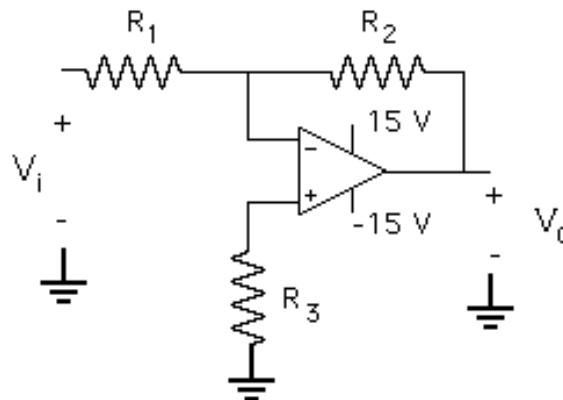

Figura 6.4.- Amplificador inversor
- 23.- Una vez estudiados los tres tipos de análisis que se van a manejar, TRANSIENT, AC Sweep y BIAS POINT DETAIL, pueden aplicarse a circuitos más complejos, que incluyen componentes electrónicos, como por ejemplo un amplificador operacional. Los componentes electrónicos que se encuentran en el menú de dispositivos tienen asociadas rutinas de programación mediante las cuales se realizan los cálculos de los voltajes y las corrientes en dichos dispositivos cuando se encuentran en un circuito determinado. En la Figura 6.4 se presenta un amplificador inversor diseñado con un amplificador operacional, el cual se encuentra alimentado con dos fuentes DC de +15V y -15V. Seleccione el amplificador operacional 741 del menú de dispositivos, y complete el circuito de la Figura 6.4. Coloque cuidadosamente las fuentes DC en los terminales correspondientes y asigne los siguientes valores indicados por su profesor. Coloque marcadores para observar el voltaje de entrada V_i , el voltaje de salida V_o , el voltaje en cada una de las fuentes DC, el voltaje en la entrada inversora y el voltaje en la entrada no inversora del operacional.
- f) La ganancia del amplificador inversor de la figura 6.4.